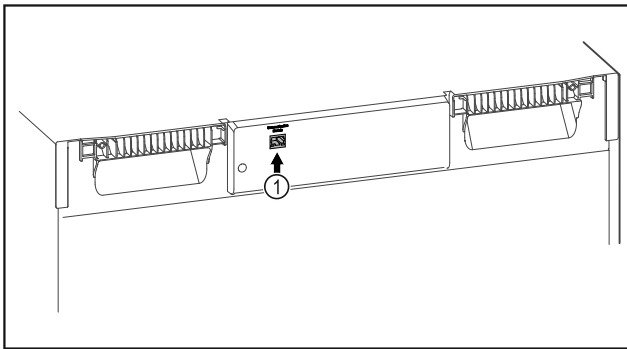

Fig. 131
- SmartModule Fig. 131 (1) установлен.